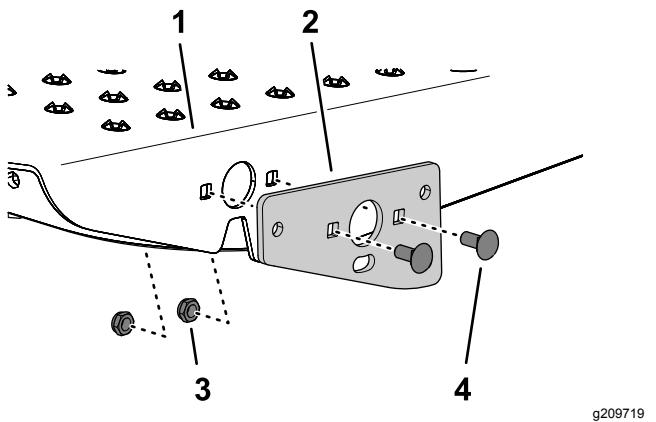

Figura 5
1. Montate la staffa orientabile sul poggiapiedi con 2 bulloni a testa tonda (5/16" x 3/4") e 2 dadi di bloccaggio (5/16") come illustrato nella Figura 5.